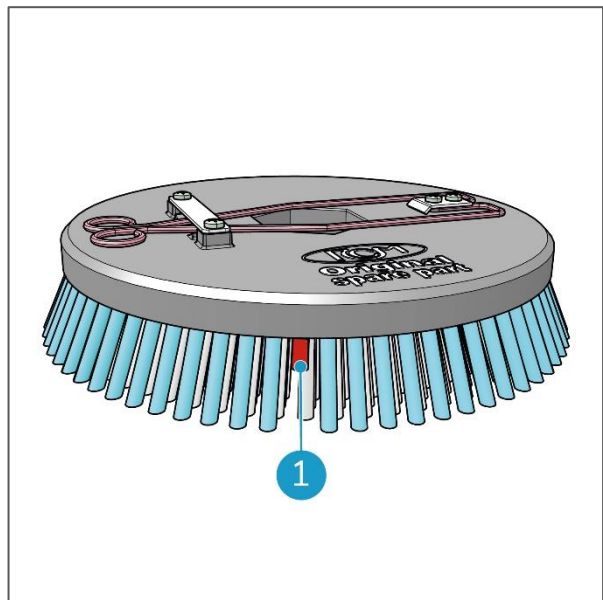

Figura 9
Asegúrate de comprobar el estado de los cepillos de disco antes de usarlos. Comprueba la marca indicadora roja antes de empezar (Figura 9, pos. 1). Consulta la sección 7.4.4. Asegúrate de que la máquina esté completamente apagada cuando sustituyas los cepillos de disco.